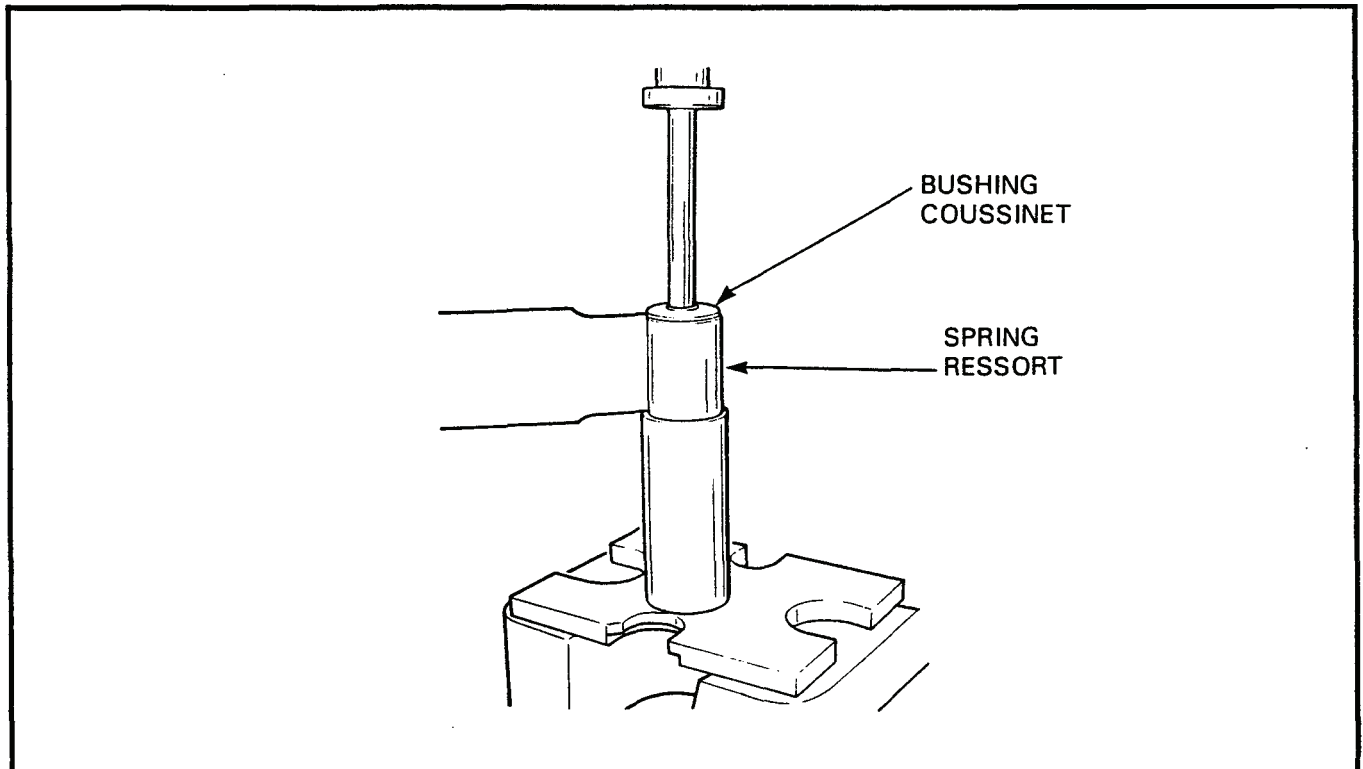

Figure 6-2-3 Removal of Spring Bushing
d. Using suitable tools and a hydraulic or bench press, press both bushings from the main leaf, see Figure 6-2-3.	d. Au moyen des outils appropriés et d'une presse hydraulique ou d'une table de presse, expulser les deux coussinets de la lame maîtresse, voir figure 6-2-3.